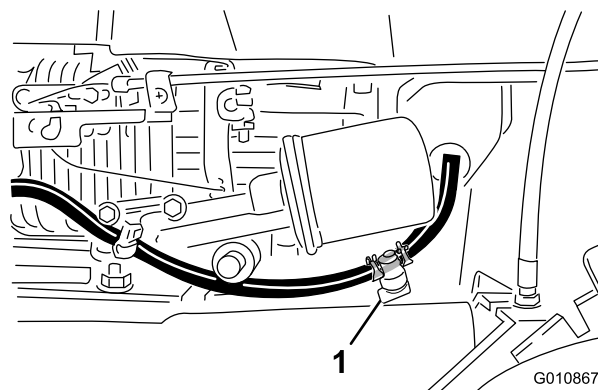

Bild 11
2. Öffnen Sie den Kraftstoffhahn (Bild 11).